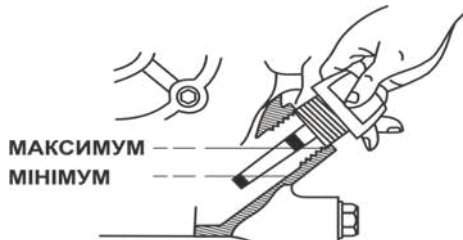

Рисунок 3. Схема перевірки рівня мастила в картері двигуна.
3. Перевірити рівень мастила (рис. 3).